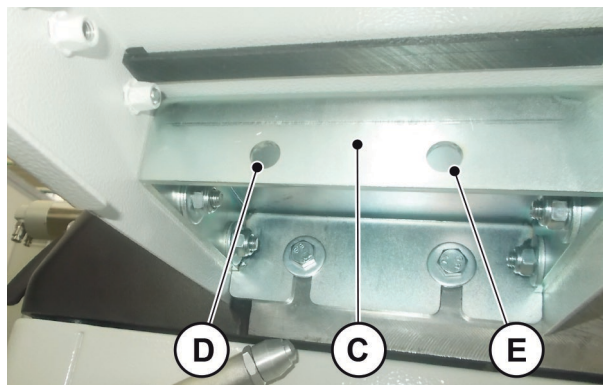

Abb. 05-06
- Die Rollenbahn am Blech „C“ (Abb. 05-06) einklinken und mit den Befestigungsschrauben an den Bohrungen „D“ und „E“ (Abb. 05-06) fixieren.